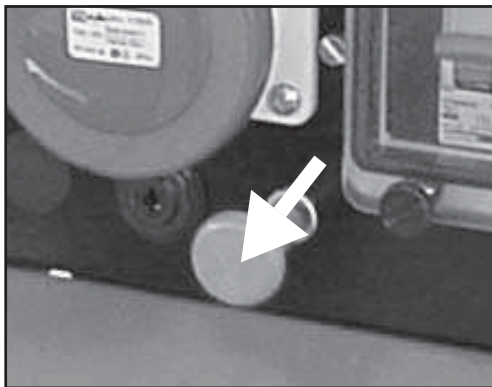

Fig.8
3) Version moteur Ruggerini: tirer la poignée située sur le tableau de bord (voir fig. 8) ; dès que le moteur est complètement éteint, déplacer à nouveau la clé sur la position "OFF".